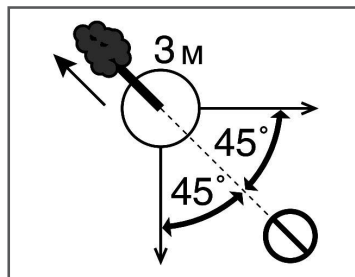

Рис. 12 Расчет пути отхода при валке дерева
3. Когда дерево начнет падать, путь отхода должен быть направлен по диагонали в сторону, противоположную направлению падения, под углом 45 градусов. Вы должны отойти минимум на 3 метра от ствола, на тот случай, если во время падения комель дерева отскочит в сторону (Рис. 12).